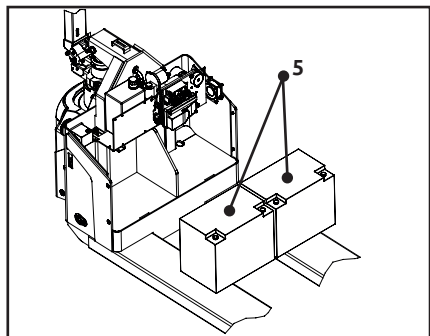

Figura 10
- ⑥ Retire a bateria usada 7 e monte a bateria nova seguindo os passos posteriores. (Figura 10).